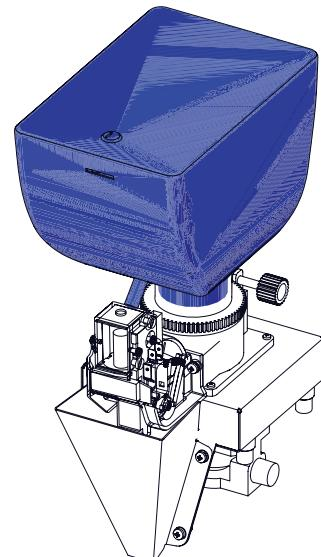

Рисунок 11.14
**11.2.2.4 Контейнер для кофе (см.рис.11.14)**